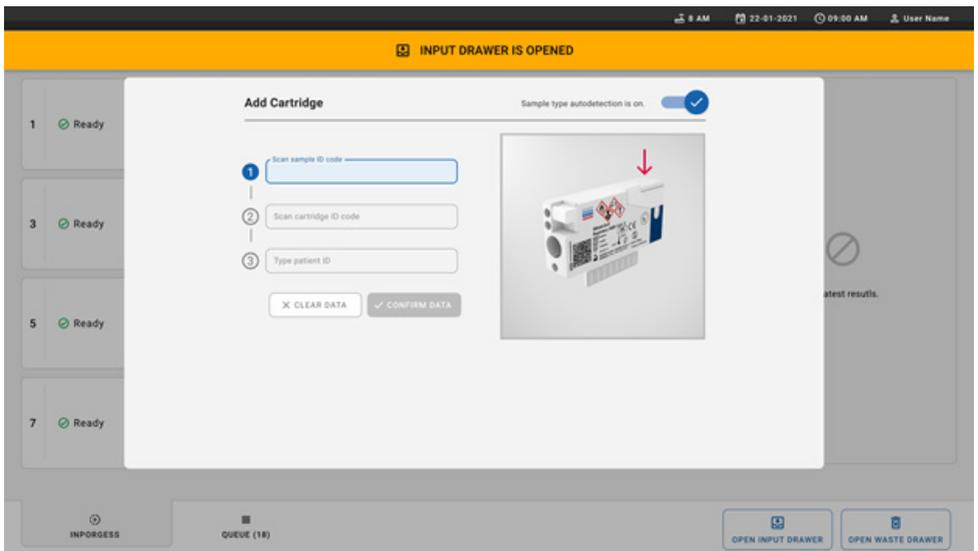

Figura 23. Pantalla Scan sample ID (Escaneo del ID de muestra).
7. Aparece el cuadro de diálogo **Add Cartridge** (Añadir cartucho) y se activa el escáner en la parte frontal del instrumento. Escanee el código de barras de ID de la muestra en la parte superior del QIAstat-Dx Respiratory SARS-CoV-2 Panel Cartridge situado delante del instrumento (la posición se indica con la flecha; figura 23).